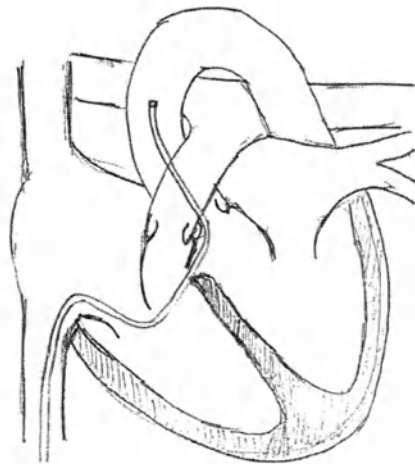

Рис. 08: Продвижение длинного катетера в восходящую аорту
- (Рис. 08) Осторожно продвигайте проводниковый катетер через ДМЖП, пока его наконечник не попадет в восходящую аорту. При этом слегка оттяните артериальный катетер. Как только проводниковый катетер достигнет восходящей аорты, замените через проводочный проводник артериальный катетер на «pigtail» катетер.